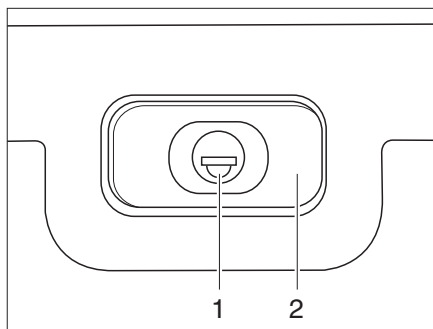

Bild 29 Lucklås, fyrkantigt, låst
- Stick in nyckeln i låscylindern (Bild 29,1) och vrid ett kvarts varv. Låshandtaget (Bild 29,2) hakar loss.